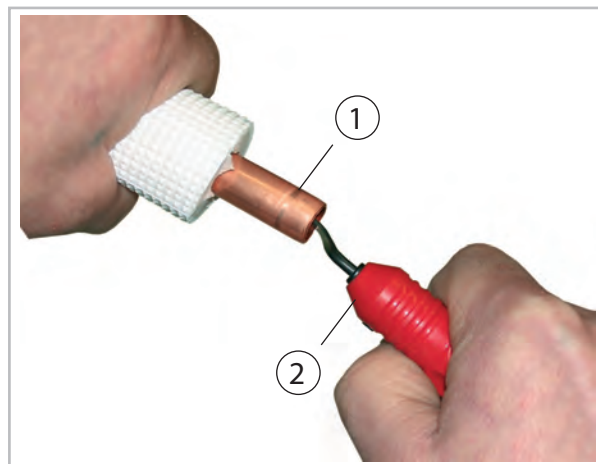
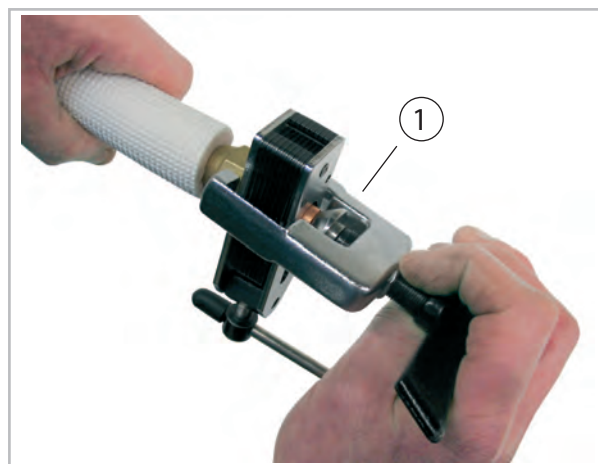

Fig. 29: Ébavurage de la conduite de frigorigène
Fig. 30: Sertissage de la conduite de frigorigène
8. ➤ Traitez les conduites de frigorigène posées comme indiqué ci-après (Voir la Fig. 29 et Voir la Fig. 30).